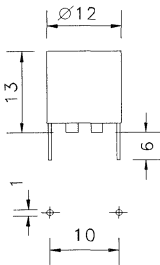

Fig.1
Bis einschließlich  $82\mu\text{H}$  werden die Wickeldrahtenden durch den Sockel herausgeführt und bilden so die Anschlüsse für die Drossel (Fig.1).
*Inductances up to 82μH (Fig. 1). The wire terminations act as the pins for the assembly.*